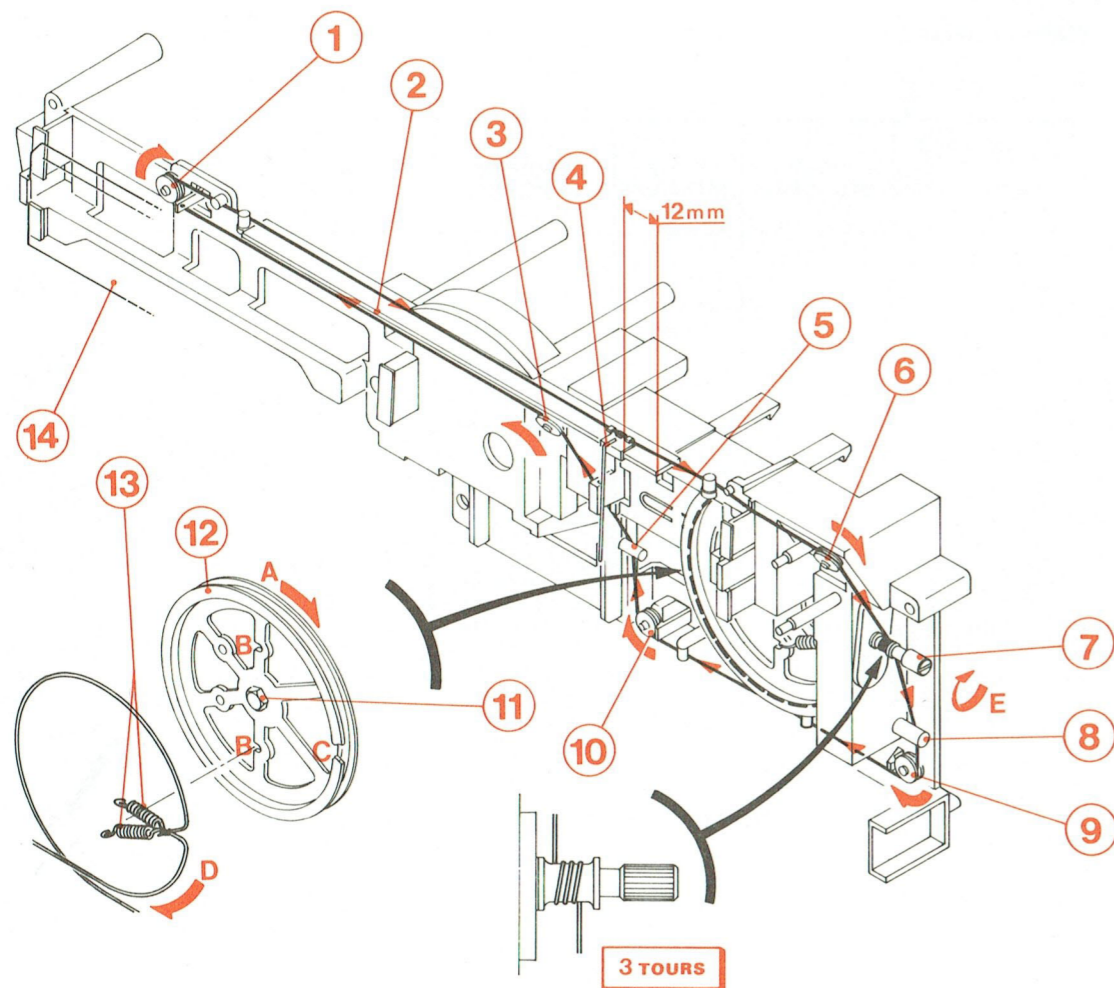

Fig. 2
- 2° Dévisser et enlever les vis (10) et (13).
- 3° Dévisser et enlever la vis (11) de la poulie (12) du condensateur variable à l'aide d'une clé de 5 (Fig. 2).
- 4° Exercer une pression sur les ergots (12), puis déposer la platine HF/FI, ENREG./LECT. (11).
D – REMPLACEMENT DU CORDONNET D'ENTRAINEMENT (Fig. 2)
E – DEPOSE DE LA PLATINE MECANIQUE (Fig. 2 et 3)
- 2° Déposer le cadran (14) (Fig. 2).
- 3° Dévisser et enlever les vis (2) et (3).
- 4° Déposer la platine mécanique (1).
F – DEPOSE DES TETES ENREG./LECT. ET D'EFFACEMENT (Fig. 2 et 4)
- 3° Dévisser et enlever les vis et rondelles (10), enlever la patte (5), déposer la tête d'enregistrement-lecture (6), puis le ressort (7).
- 4° Dévisser et enlever les vis et rondelles (8), puis déposer la tête d'effacement (9).
G – DEMONTAGE DE L'ENSEMBLE GALET-PRESSEUR (Fig. 2 et 4)
- 3° Enlever l'anneau d'arrêt (1).
- 4° Placer le ressort (3) sur le guide (4).
- 5° Déposer l'ensemble galet-presseur (2).